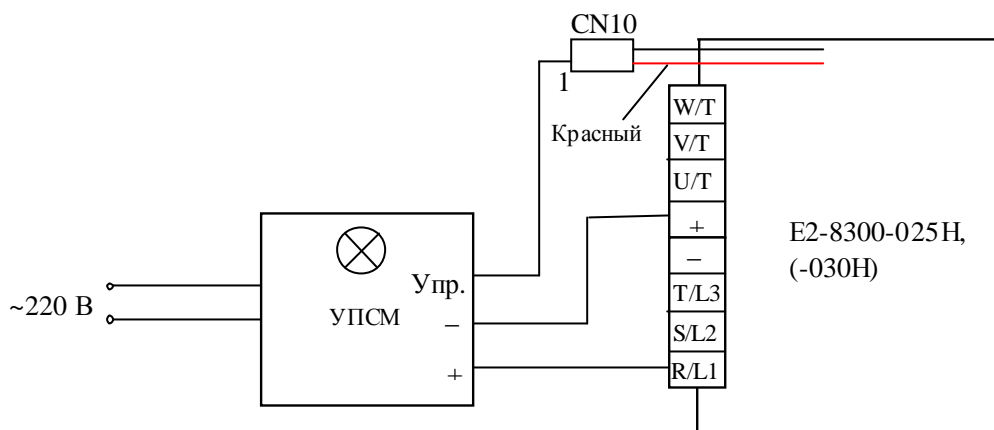
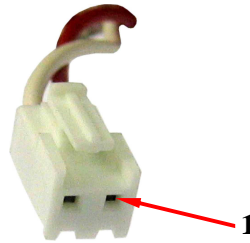

Рис. 4.7. Схема проверки тиристорных входных модулей.
Рис. 4.8. Распайка выводов разъемов CN10, CN11, CN12
4.7.6.4. Выполнить проверку тиристора модуля SKKH42/16E канала R/L1. Соединить выход «+» УПСМ с клеммой R/L1 преобразователя, выход «-» УПСМ с клеммой «+» преобразователя, а выход «Упр.» УПСМ с 1-м выводом розетки разъёма CN10 преобразователя (рис.4.7). Распайка выводов разъемов CN10, CN11, CN12 представлена на рис. 4.8.